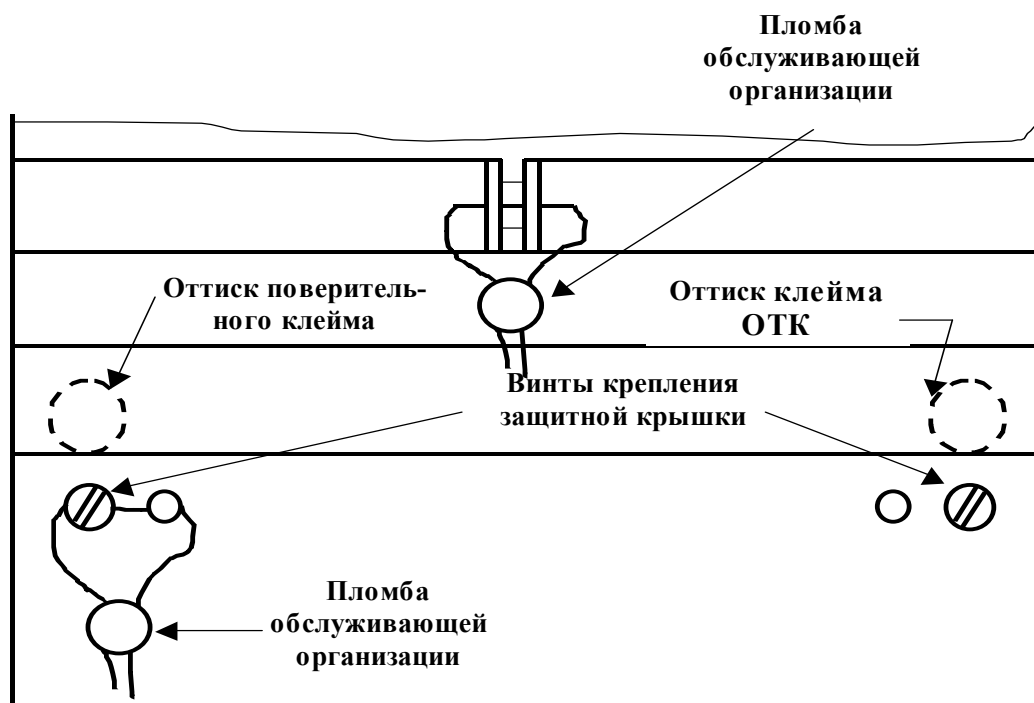

Рисунок 24 – Пломбирование счетчика и крепление защитной крышки
- снять пломбу защитной крышки контактной колодки, отвернуть два винта крепления и снять защитную крышку (рисунок 24);